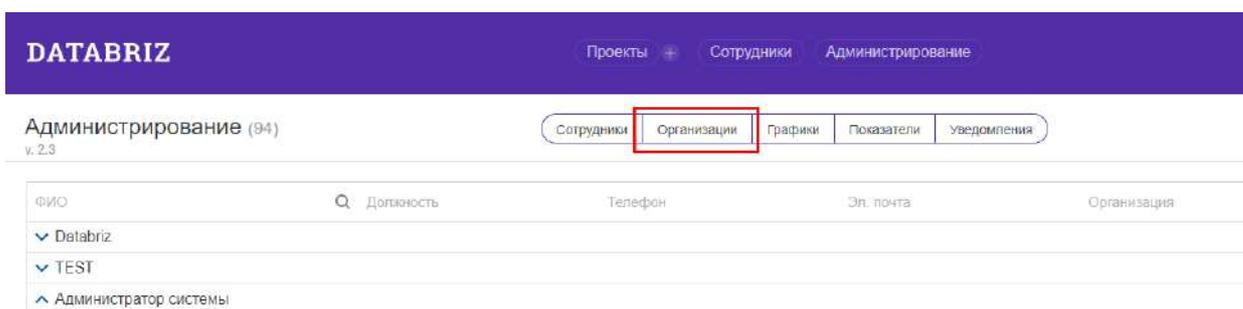

Рисунок 5 — Переход на страницу реестра организаций
4. Система откроет экран «Администрирование»: выбрать вкладку «Организации» (см.рис.5);